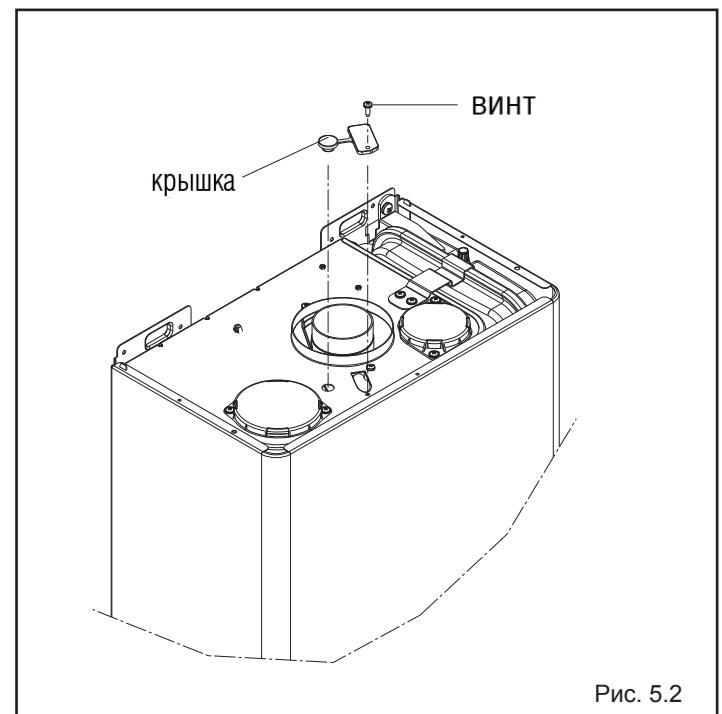

Рис. 5.2
- Вывинтите винт на крышке, которая закрывает штуцер, служащий для отбора продуктов горения для анализа (рис. 5.2) и установите зонд гзоанализатора